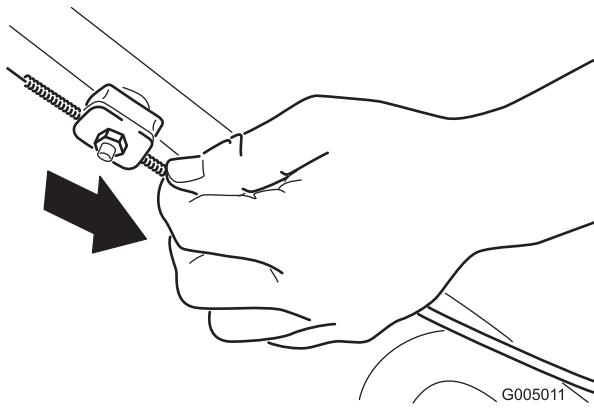

Figure 30
- Tirez la gaine du câble vers le bas (vers la machine) pour éliminer le mou du câble (Figure 30).